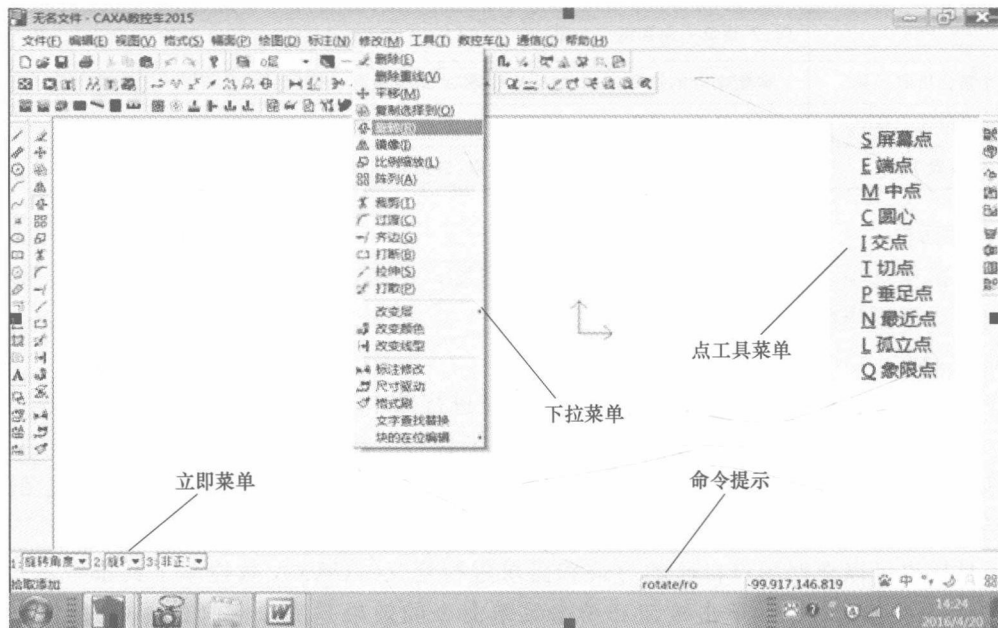

图 1-4 CAXA 数控车 2015 操作界面
① 单击任意一个菜单项，都会弹出一个子菜单。
② 单击“修改”菜单项→“旋转”菜单项，系统会弹出旋转立即菜单，并在状态栏显示相应的操作提示和执行命令状态，如图 1-4 所示。